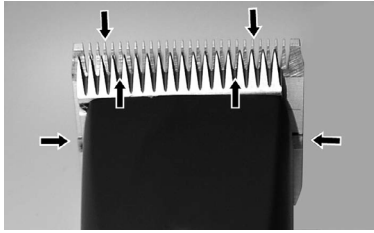

Fig. 22
Para conseguir un buen resultado de esquila y para alargar la duración de la esquiladora, es imprescindible aplicar una fina capa de aceite sobre las cuchillas superior e inferior (fig. 22).
- ▶ Lubrique los peines suficientemente durante el esquila (como mínimo cada 15 minutos), para que no marchen en seco (fig. 22).
Es necesario lubricar los peines antes, durante y después de cada uso. Si los peines dejan rayas o se desaceleran, es una señal segura que necesitan aceite. Aplique algunas gotas de aceite de frente y lateralmente de los peines (flechas fig. 22). Quite el aceite sobrante por un pañuelo suave y seco. Aerosoles lubricantes no contienen suficientemente aceite para una buena lubricación, pero son convenientes para la refrigeración de los peines. Cambie de inmediato peines dañados o dentados a fin de evitar heridas.